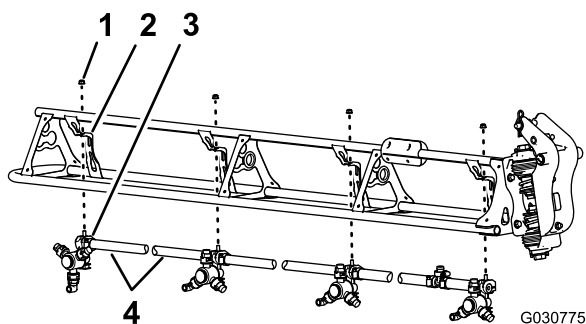

Figura 122
1. Corte la manguera entre 2 boquillas de fumigación (Figura 122).
2. Retire la contratuerca con arandela prensada (5/16") que sujeta la boquilla de fumigación al soporte de la boquilla (Figura 122).